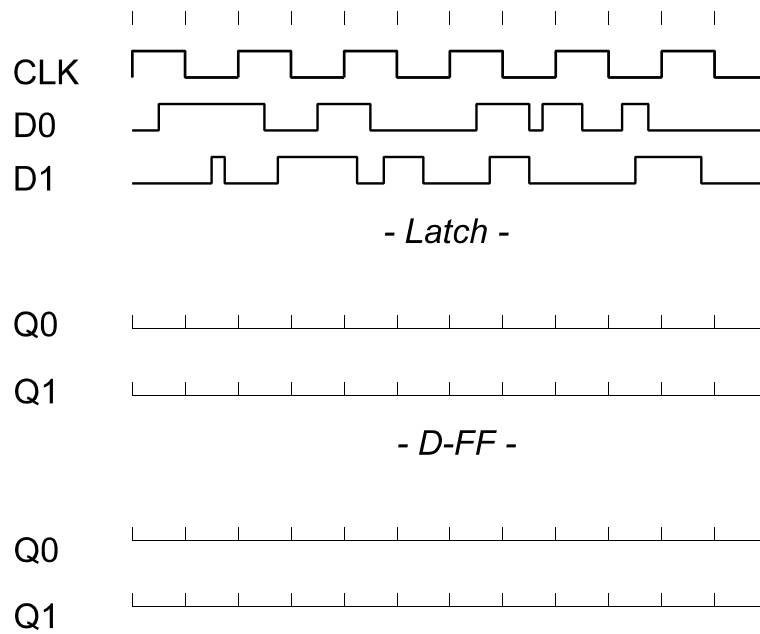

Abb. 20
20. An den Eingängen eines 2-Bit-Registers liegen Impulse gemäß Abb. 20 an.